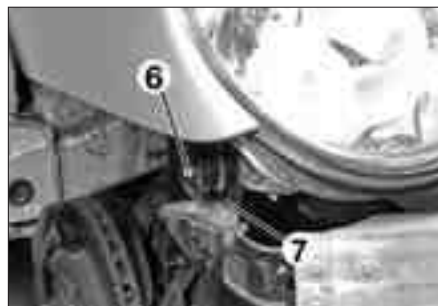

FIG. 4
Al montar, proceder en el orden inverso a las operaciones de desmontaje alineando el parachoques con el reglaje (6) (fig. 4).